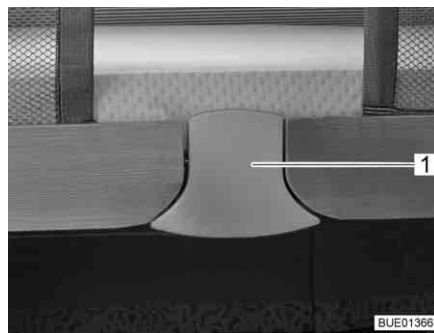

Fig. 105 Desbloqueo
- Extraer la parte inferior de la superficie de desbloqueo (Fig. 105,1). Se ha soltado el bloqueo.